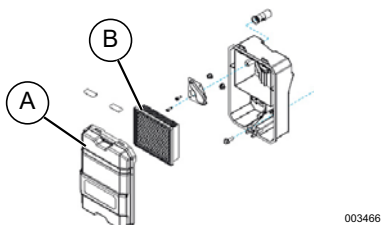

Figure 4-3. Filtre à air
1. Voir la **Figure 4-3**. Retirez le couvercle (A) du filtre à air et le filtre à air (B).